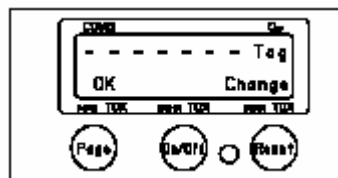

Figura 2-33
- Si el botón RESET con el indicativo YES (SI) es presionado el desplegado muestra lo indicado en la Figura 2-33.